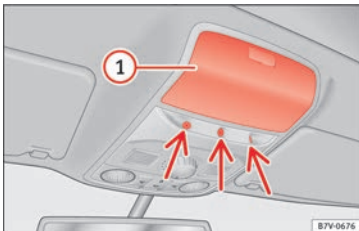

Abb. 132 In der Dachkonsole: Sensoren der Innenraumüberwachung.
Ablagefach » **Abb. 132** ① in der Dachkonsole schließen, da sonst die Funktion der Innenraumüberwachung (Pfeile) nicht uneingeschränkt gewährleistet ist.